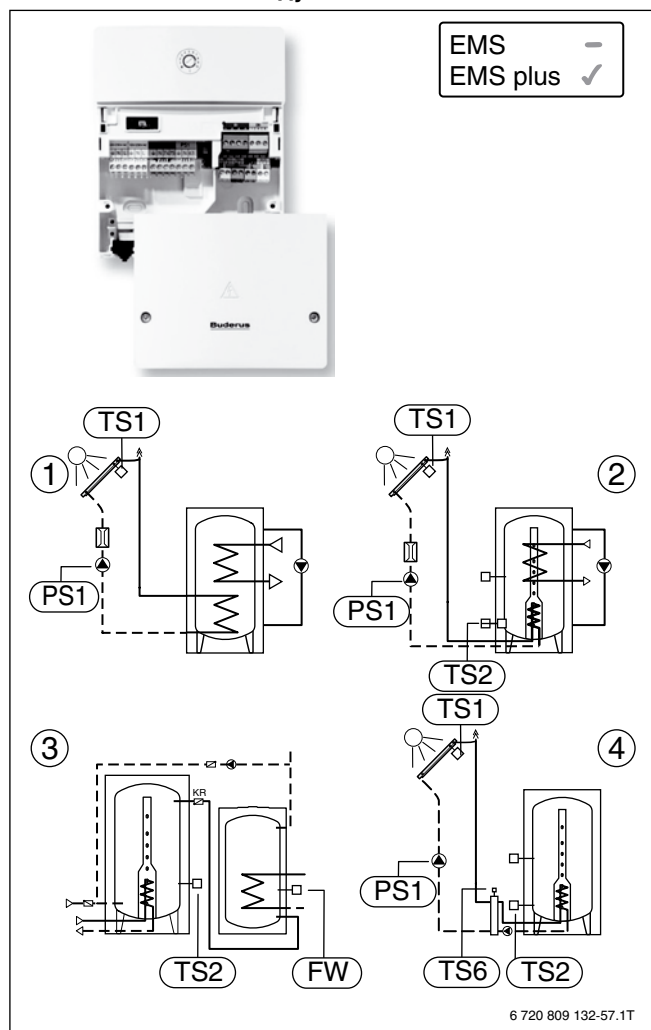

Рис. 55. Солнечный модуль SM100
- Ежедневный нагрев или термическая дезинфекция (см. рис. 55, [1])
- Ежедневный нагрев или термическая дезинфекция ступени предварительного нагрева (последовательное подключение баков) с перегрузочным насосом (см. рис. 55, [3]) или перемешивающим насосом (см. рис. 55, [2])
- Перегрузка из бака предварительного нагрева в бак готовности (см. рис. 55, [3])
- Внешний теплообменник в коллекторном контуре с отдельной активацией первичного и вторичного насосов, включая функцию защиты от замерзания отопительного контура теплообменника (см. рис. 55, [4])